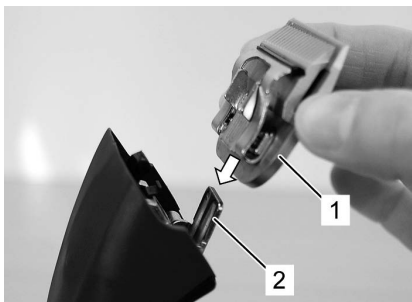

Fig. 15
6. Sätt klipphuvudet på svängarmen och vik den över den påslagna klippern med lätt tryck (fig. 15, 16, 17).